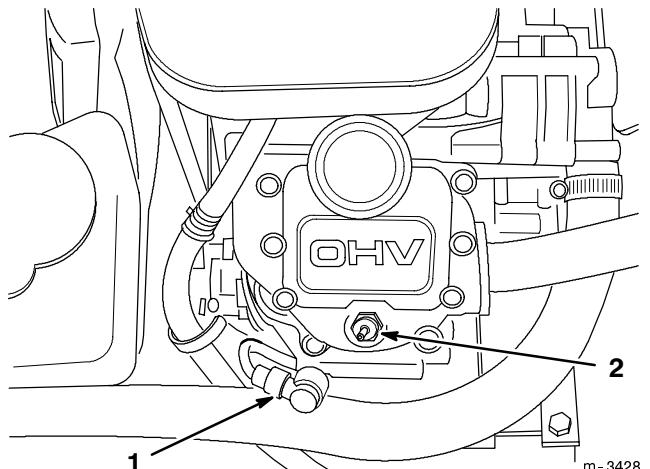

Figure 31
3. Débrancher le(s) fil(s) de la(des) bougie(s) (Fig. 31). Nettoyer tout autour des bougies pour ne pas introduire dans le moteur de la saleté qui risque de l'endommager.
- Reconnecter les fils des bougies (Fig. 31).